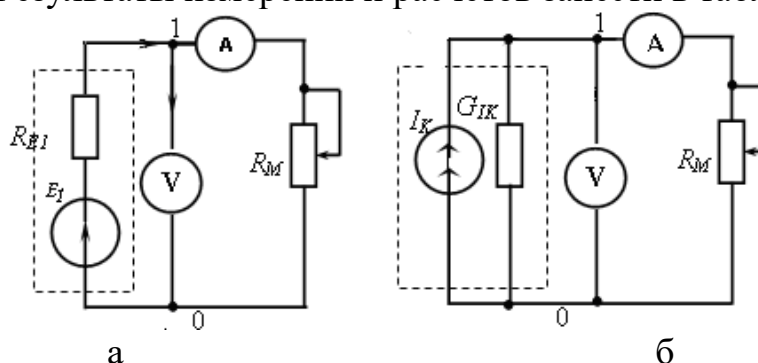

Рис. 2.4. Схемы для измерений параметров источников
2. Для схем рис. 2.4 вывести формулы для определения параметров источников ЭДС (E_1 и R_{E1}) и тока (I_K и G_{IK}), полагая известными показания вольтметра и амперметра, по методу двух нагрузок ($R_M = \infty$ и $R_M = 0$).
1. На стенде с объектами исследования С2-ЭМ1-01 собрать схему по рис. 2.4, а. При сборке схемы необходимо использовать клеммы, предназначенные для узлов, в которых соединяются три и более ветвей. Генератор напряжения соединить со стендом активных элементов (в генераторе включить его внутреннее сопротивление).
4. Собрать цепь с источником тока по рис. 2.4, б. Генератор тока соединить со стендом активных элементов (в генераторе включить его внутреннее сопротивление).
Схемы рис. 2.4, табл. 2.2.